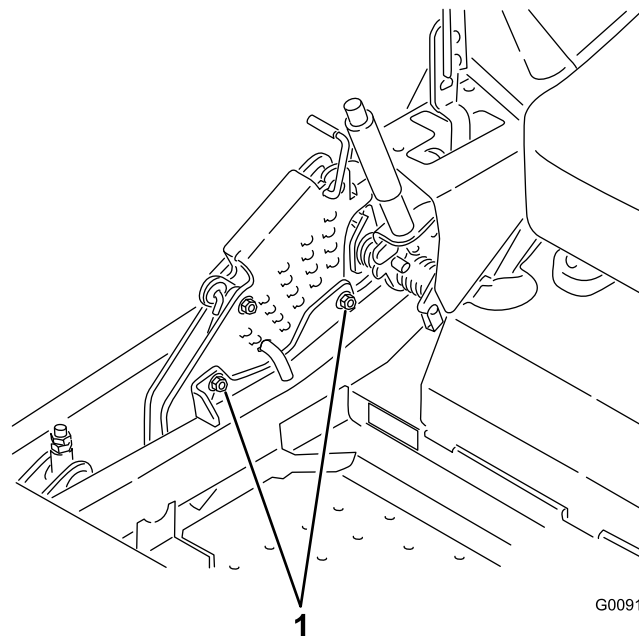

Figura 99
12. Para ajustar el sistema de ajuste de un solo punto, afloje los 2 pernos situados cerca del borde inferior de la pletina de altura de corte (Figura 99).
14. Apriete los 2 pernos en el borde inferior de la pletina de altura de corte (Figura 99).